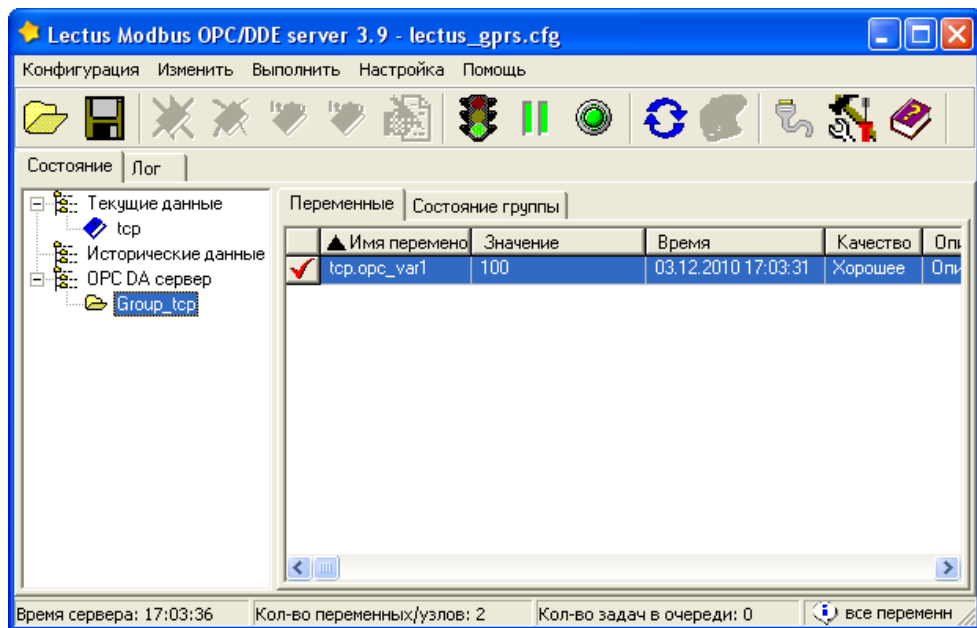

Рис.14 Запуск OPC
7. После создания узла и добавления в него переменных сохраните проект и запустите встроенный клиент LectusOPC, нажав на кнопку «Запустить опрос». Появится узел, где будут отображены значения переданных из контроллера переменных (Рис.14).